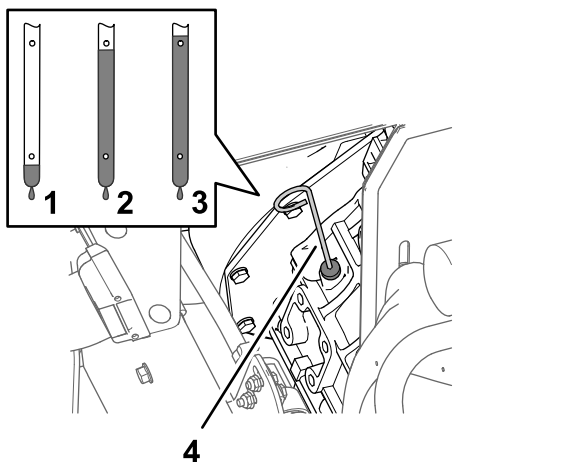

图 73
6. 取出量油尺并检查发动机中的机油油位 (图 73)。
7. 慢慢注入规定油量的剩余部分使油位达到量油尺上的“已满”标记处图 73。